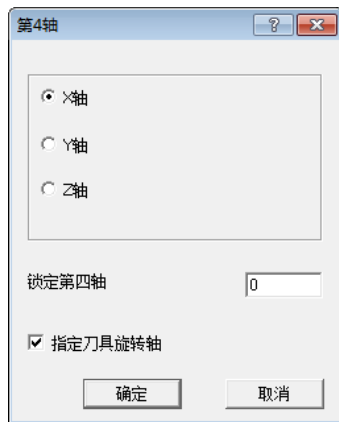

图 4-66 “指定刀具旋转轴”
- 单击“旋转轴”按钮，选择“X 轴”为“第 4 轴”，勾选“指定刀具旋转轴”复选框，如图 4-66 所示。单击“确定”按钮返回“5X 航空铣控制面板”对话框。